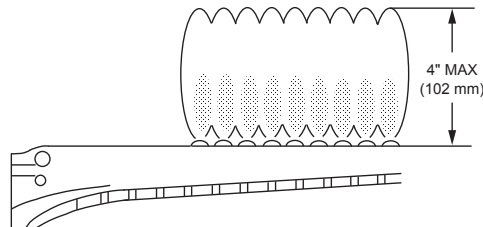
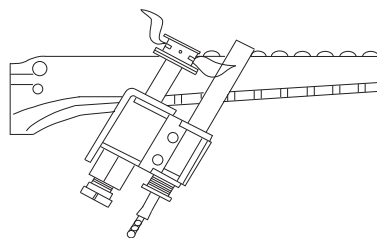

Figure 70. Flamme brûleur principal
Figure 71. Flamme de la veilleuse millivolt
4. Inspectez visuellement les flammes du brûleur et de la veilleuse. Des flammes jaunes indiquent une restriction d'apport d'air. Des flammes soulevées ou sifflantes indiquent une surpression de gaz. Des flammes basses indiquent une faible pression du gaz. Si cela se produit, éteignez l'appareil et joignez un technicien d'entretien licencié, voir **Figure 70** et **Figure 71**.